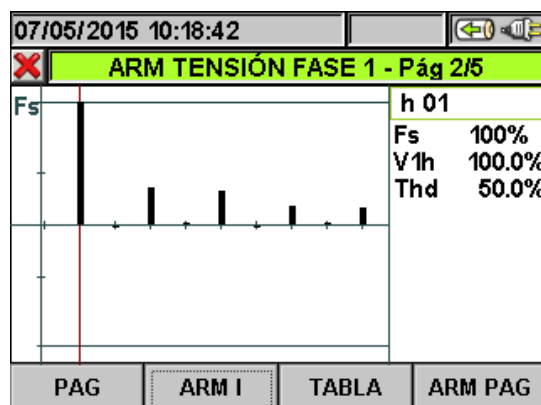
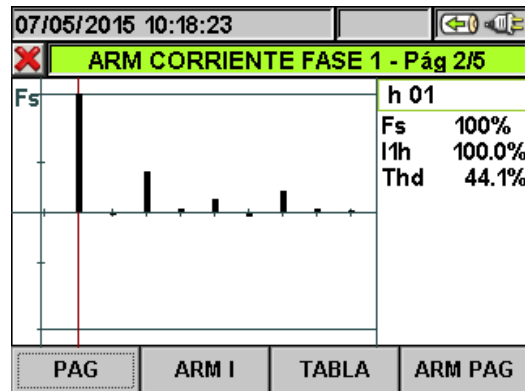

Fig. 37: Análisis armónico de tensión V1 en valor porcentual/absoluto para sistema 4-hilos
Fig. 38: Análisis armónico de corriente I1 porcentual/absoluto para sistema 4-hilos
- Los valores de los armónicos de las tensiones V1, V2, V3 y Vn y de las corrientes I1, I2, I3 y In (**no disponible para PQA400**) con sus respectivos valores de la distorsión Armónica Total (THD%) ya sea bajo la forma del gráfico del histograma como bajo la forma de la tabla numérica, en valor porcentual o absoluto en función de la programación deseada que son visualizados en cuatro páginas consecutivas y cíclicamente seleccionables. En la Fig. 37 y Fig. 38